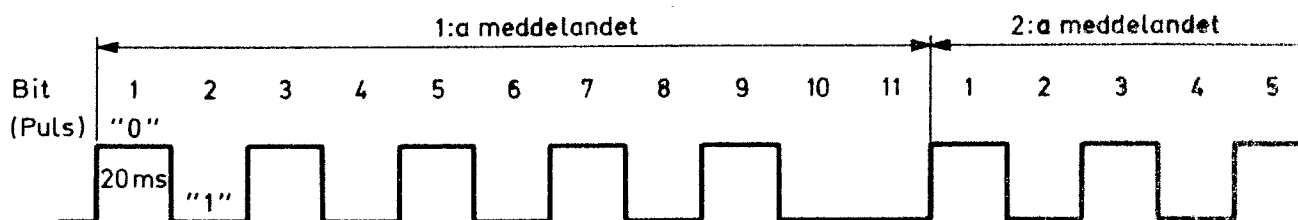

Bild 4
3.9.3.3 Exempel på datasignal vid sändning av bäring 12 från ls 10, se bild 4.